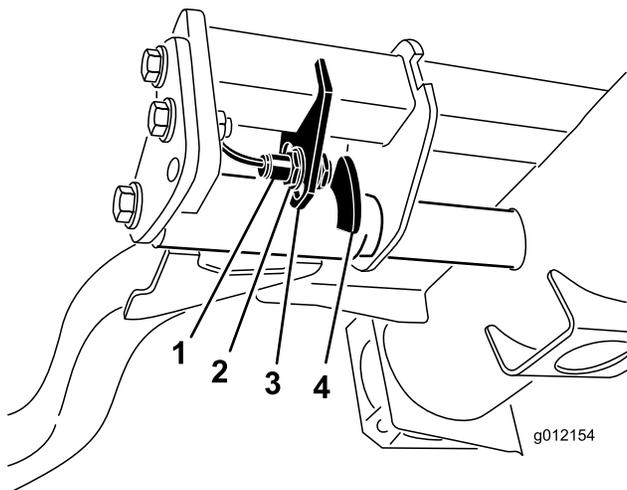

Figura 44
2. O interruptor do braço de elevação encontra-se por baixo do depósito hidráulico por trás do braço de elevação direito dianteiro (Figura 44).
3. Solte os parafusos de montagem do interruptor (Figura 44) e desloque o interruptor para baixo para aumentar a altura de viragem do braço de elevação ou desloque o interruptor para cima para diminuir a altura de viragem do braço de elevação. Aperte os parafusos de montagem.